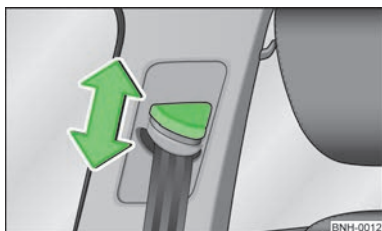

Fig. 81
- > Presionar el herraje de inversión y desplazar en el sentido deseado, hacia arriba o hacia abajo » fig. 81.